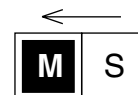

Рис. 21
(1) При присоединении блока BEV к блоку BS в системе со свободным переключением нагрева/охлаждения поверните SS1 на A1P в положение М (главный) только для одного из блоков BEV, присоединенного к дистанционному управляющему блоку, в котором возможно переключение нагрева/охлаждения. (См. рис. 21)
(2) Для систем только с блоками BEV